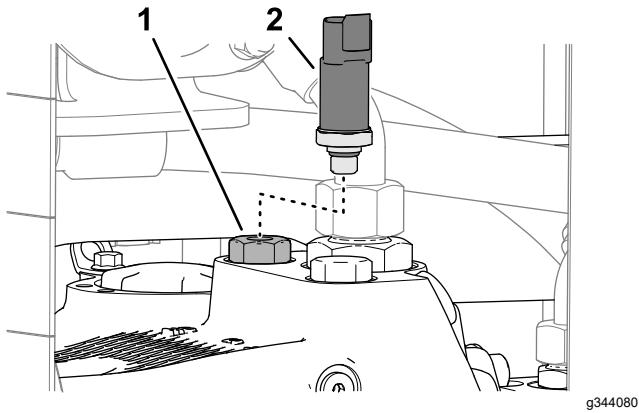

Bild 19
- Entfernen Sie den Bremsdruckwandler (Bild 19) vom Reduzierstück ( $\frac{3}{4}$ " x 7/16").